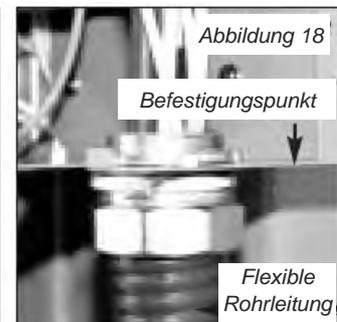

Abbildung 18
- Schrauben Sie die flexible Rohrleitung an den Befestigungspunkt auf dem Schaltkasten (Abbildung 18).